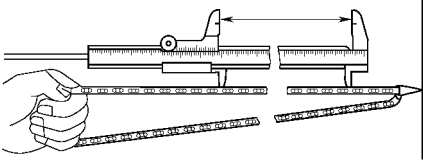

图 1-86 测量链条和链轮的磨损
1) 将链条完全伸开测量 16 节链环的长度，并至少再任意选择 3 个部位进行同样的测量，如图 1-86 所示。